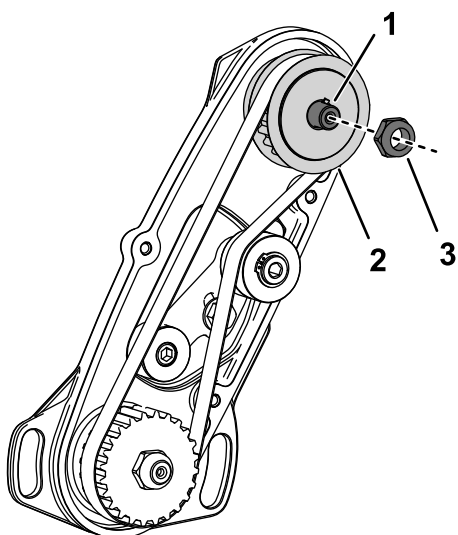

图7
- 在固定驱动皮带轮不动的同时从滚刀驱动轴上卸下螺母 图7。